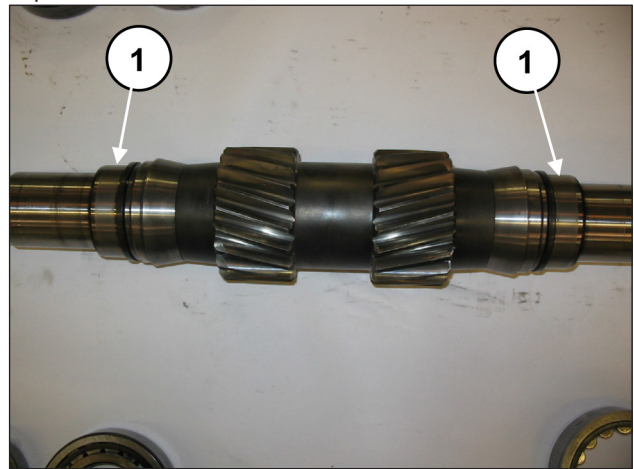

Abb. 53
Montieren Sie vorläufig die Pleueiwelle: setzen Sie die 2 Pleueiwellen der Lager (einen pro Seite) auf die Pleueiwelle (Pos. ①, Abb. 53).